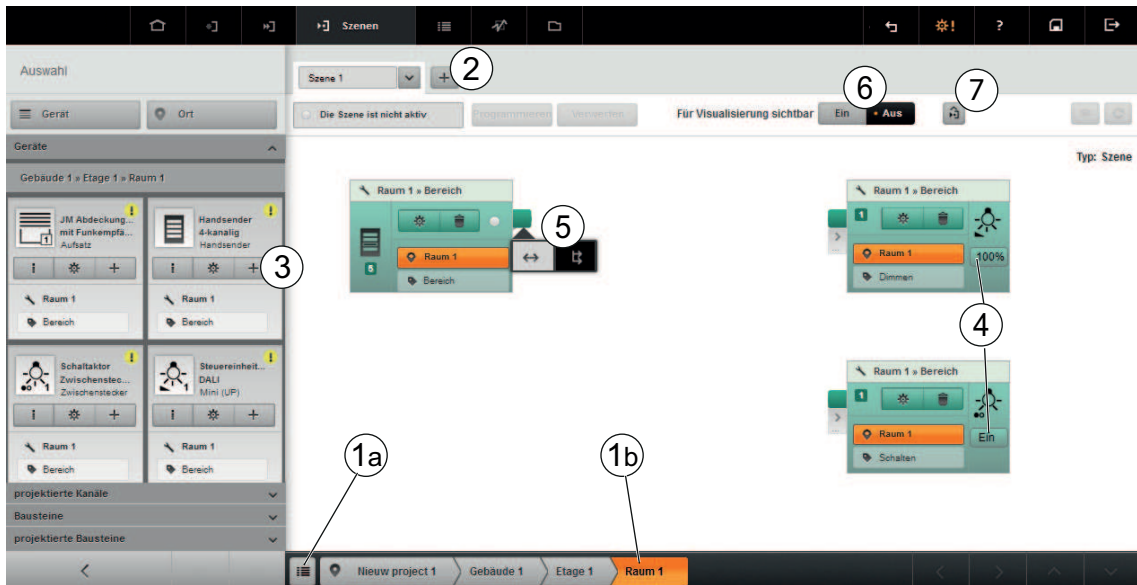

Bild 54: Szene erstellen - Erste Schritte
- Ort aus der Gebäudeübersicht (1a) oder der Breadcrumb-Leiste (1b) auswählen, um die Szene einem Ort zuzuordnen (Bild 54).
- Um einen neuen Plan anzulegen, Schaltfläche neben der Registerkarte wählen (2). Eine neue Registerkarte wird erzeugt.
- Elemente über die Schaltfläche (3) oder per Drag & Drop der Szene hinzufügen.
- Bei Bedarf können über die Schaltfläche Raumszene (7) alle Kanäle von Aktoren, die den aktuellen Raum als Wirkort haben, gleichzeitig der Szene hinzugefügt werden.